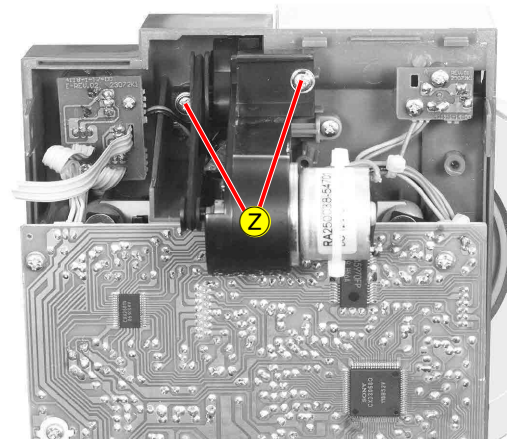

Fig. 14
- 3 Schrauben $\text{\textcircled{Z}}$ (Fig. 14, 15) herausdrehen.
- Undo 3 screws $\text{\textcircled{Z}}$ (Fig. 14, 15).